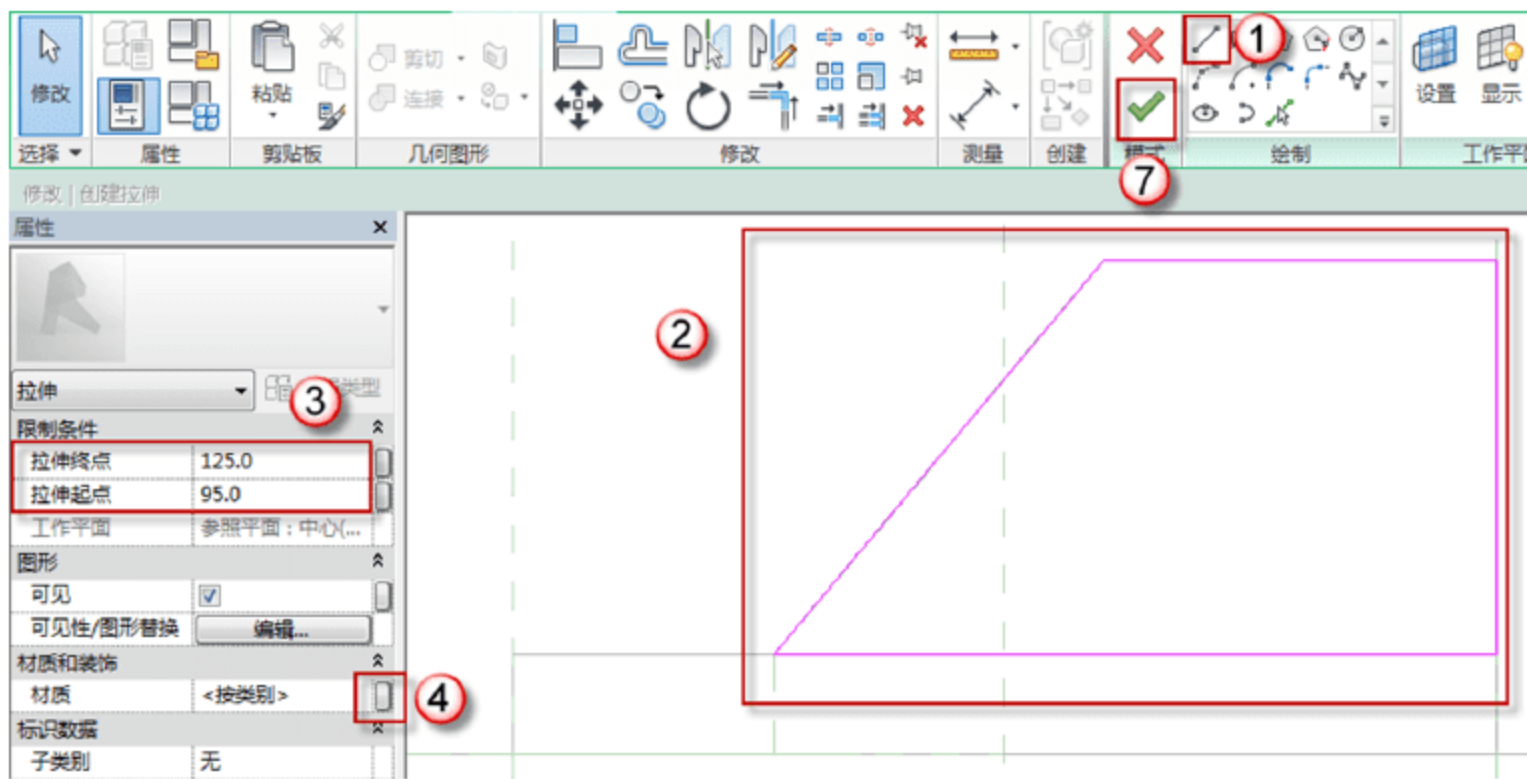
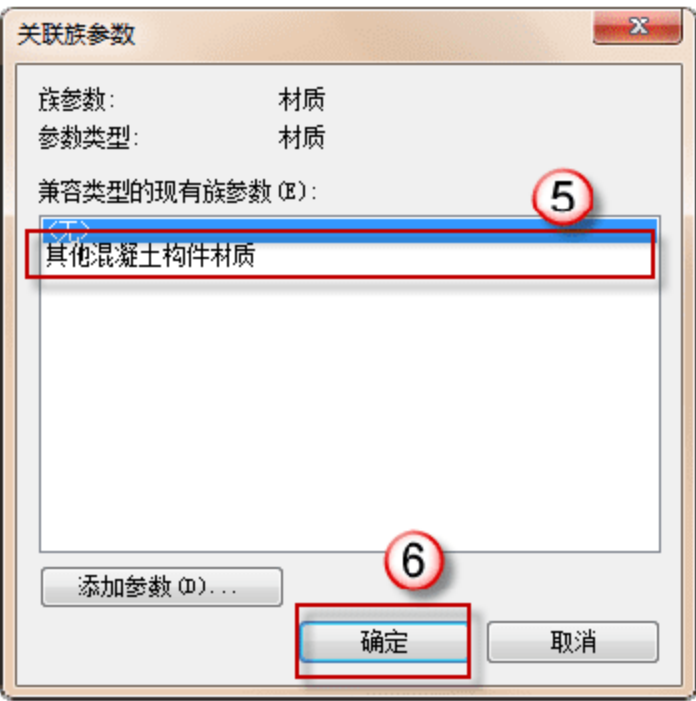

图 12.4.15 关联族参数类型
图 12.4.16 创建水簸箕壁
(8) 创建右立面水簸箕壁。选择“创建”→“拉伸”→“直线”命令，选择“直线”绘制工具，绘制出如图 12.4.15 所示的多边形。拉伸终点和拉伸起点分别更改为“125”和“95”。单击“属性”面板中“材质”后的“关联族参数”按钮，在弹出的“关联族参数”对话框中选择“其他混凝土构件材质”选项，接着单击“确定”按钮，最后单击“完成编辑模式”按钮，操作步骤如图 12.4.15 和图 12.4.16 所示。